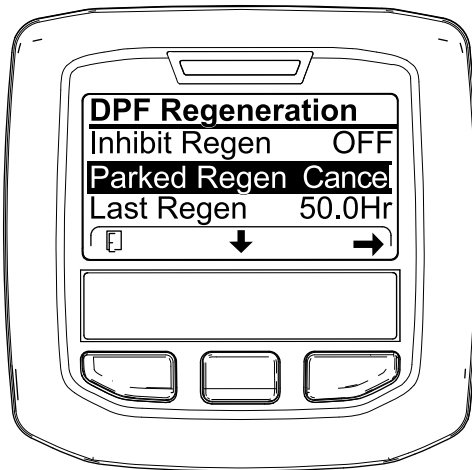
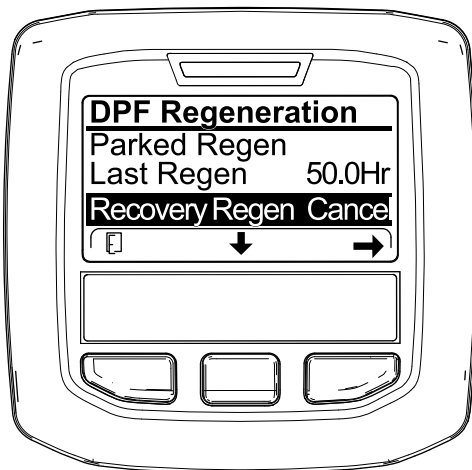

図 82
図 83
1. DPF 再生メニューにアクセスする 図 82。
2. 中央ボタンを押して下へスクロールし、駐車再生キャンセル PARKED REGEN CANCEL (図 82) またはリカバリ再生キャンセル RECOVERY REGEN CANCEL を選ぶ 図 83。
3. 右ボタンを押すと再生キャンセルに Regen Cancel に入る 図 82 または 図 83。